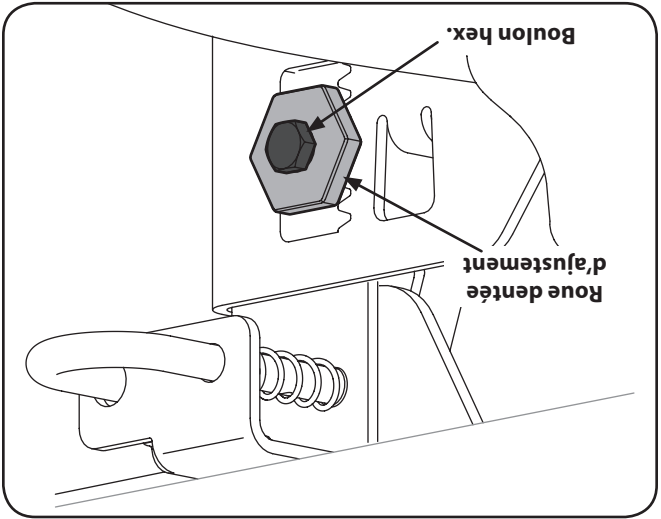

Figure 6-5
3. Desserrez, sans le retirer, le boulon hex. sur le crochet de support gauche arrière du plateau de coupe. Voir la Figure 6-5.
4. Utilisez une clé pour relever ou abaisser le côté gauche du plateau de coupe en tournant la roulette de réglage. Voir la Figure 6-5.
5. Pour relever l'avant du plateau de coupe, retirez le capuchon, desserrez l'écrou supérieur, puis resserrez l'écrou inférieur (vers le support de relevage). Voir Figure 6-5. Après avoir complété le réglage, resserrez l'écrou supérieur et replacez le capuchon.
6. Pour abaisser l'avant du plateau de coupe, retirez le capuchon, desserrez l'écrou supérieur, puis desserrez l'écrou inférieur (en l'éloignant du support de relevage). Voir Figure 6-5. Après avoir complété le réglage, resserrez le capuchon.